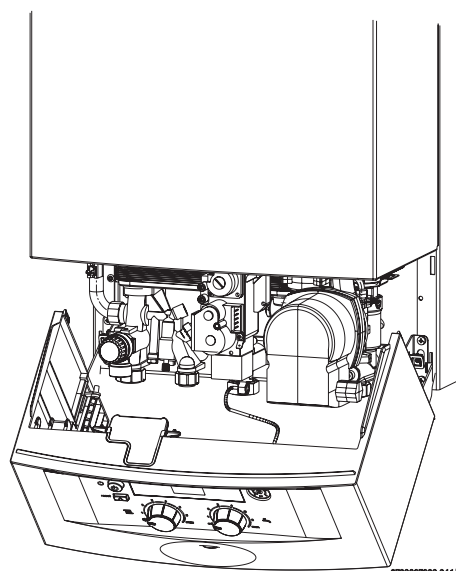

Fig. 21 Posición de servicio para el ajuste del gas
- Colocar el panel de mandos en la posición de servicio (ver Fig. 21).